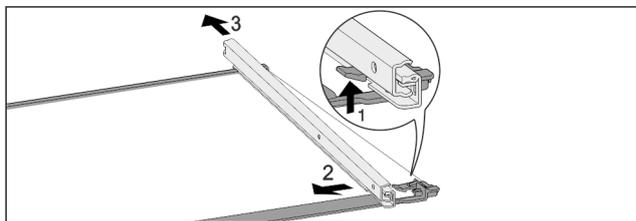

Fig. 120 Steklena plošča z vodili
- ▶ Sprednji zaskočni kaveljček potisnite navzgor. Fig. 120 (1)
- ▶ Izvlečno vodilo potisnite Fig. 120 (2) na stran Fig. 120 (3) in nazaj.